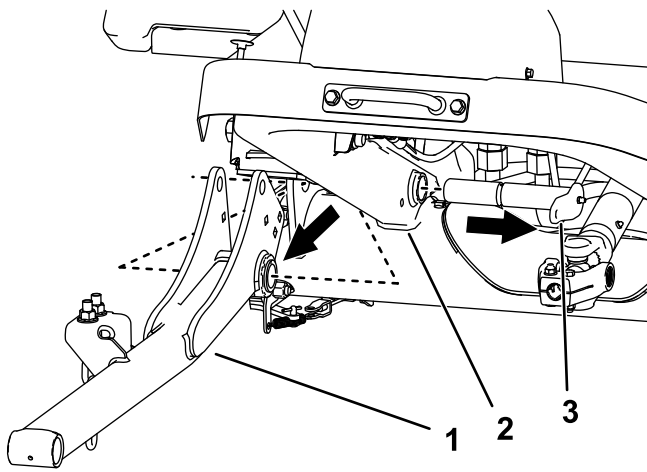

Figura 5
- E. Remova os braços de elevação e pinos grandes da estrutura da máquina (Figura 5).